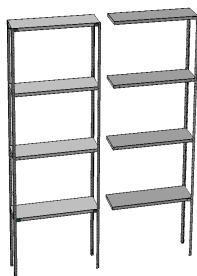

Рис. 3
3. При сборке стеллажа лентой к основной секции присоединяется дополнительная. (Рис.3).